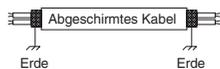

Abb. 4-4
(5) Als Einheiten-Steuerverbindungskabel (c) müssen abgeschirmte Kabel verwendet werden, wobei die Abschirmung auf beiden Seiten geerdet werden muss, da andernfalls Funktionsstörungen durch Störsignale auftreten können. (Abb. 4-4) Die Kabel sind wie im Abschnitt 4-3. "Schaltpläne" anzuschließen.